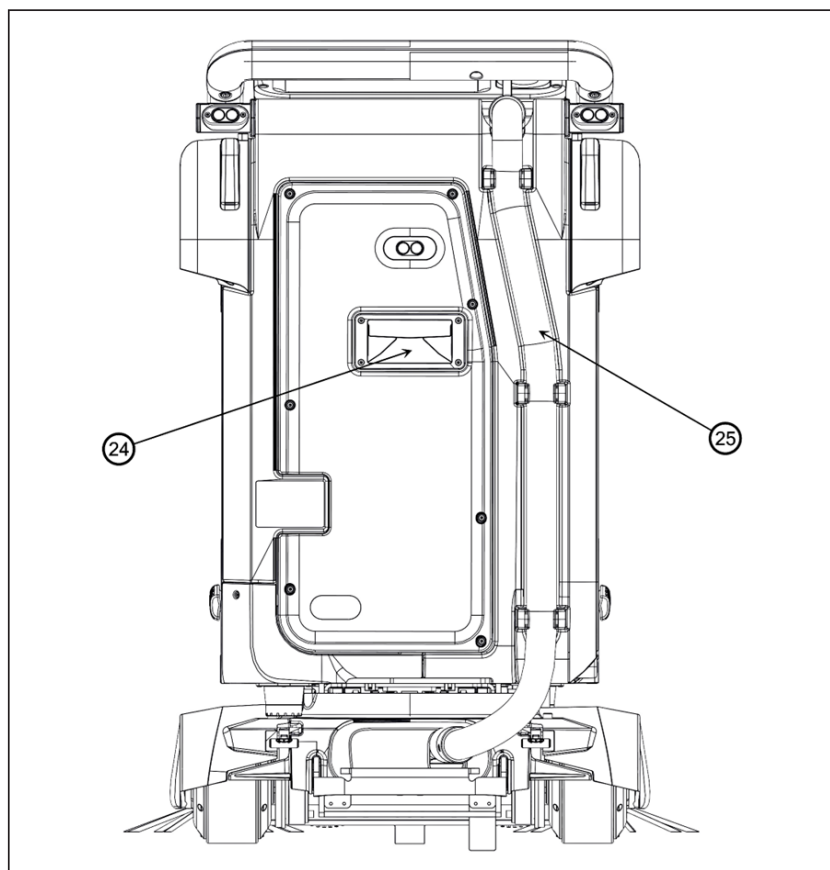

Abbildung 5
6. Vergewissern Sie sich, dass der Vakuumschlauch (25) (Abb. 5) sicher montiert ist.